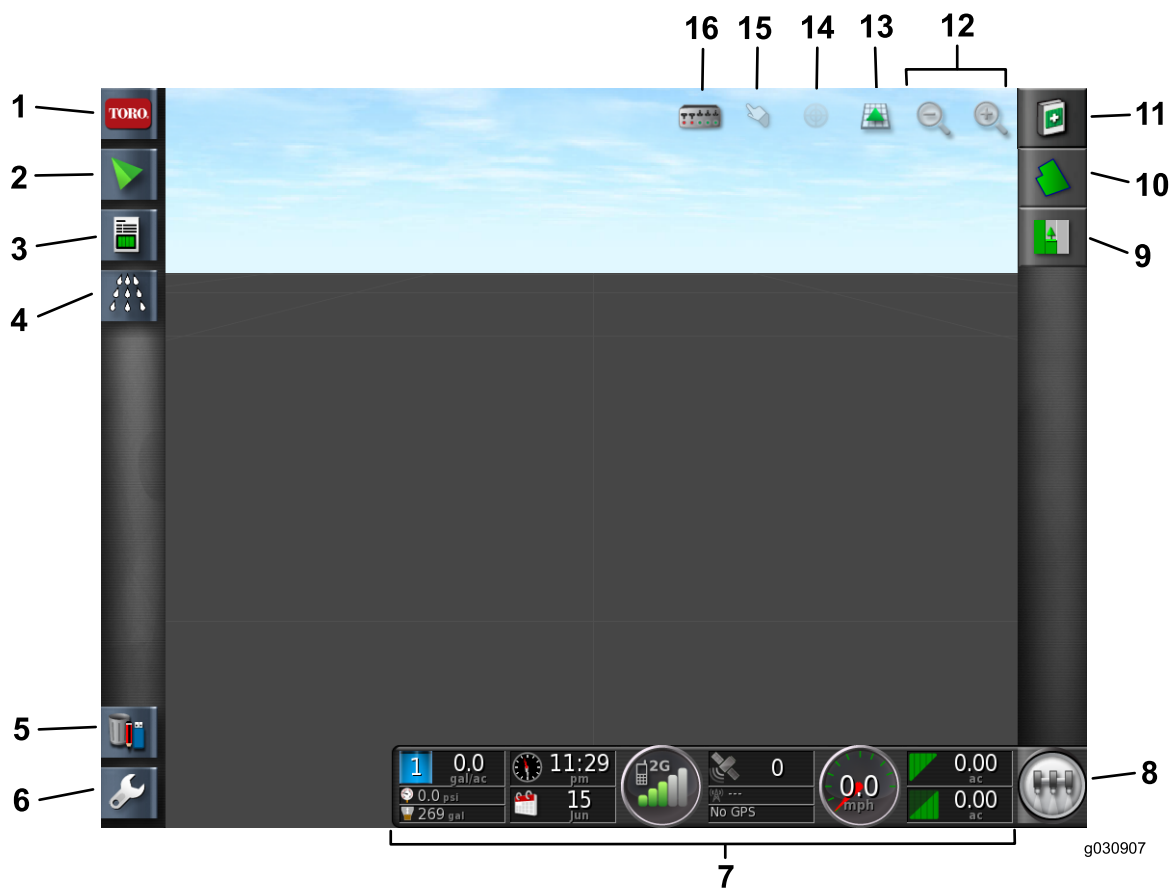

图8
屏幕上的主开关用于打开打药系统（图8）。当分段开关或脚踏开关关闭时，此开关不可用。
1. 选择主屏幕上的设置图标（图8）。
- 要开始打药，应打开主开关图标并驶入打药区（图8）。
10. 要开始打药, 应打开主屏幕上的打药图标并驶入打药区 (图8)。